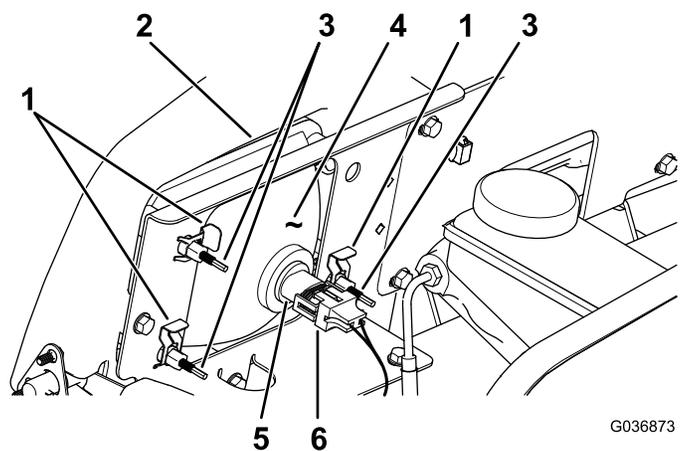

図 43
3. ランプアセンブリのコネクタから、ハーネス用のコネクタを外す 図 43。
4. ヘッドライトをヘッドライトブラケットに固定しているスピードクリップを外す 図 43。
5. ヘッドライトアセンブリ全体を前に押し出して、前バンパーから外す 図 43。
6. 取り付け穴に新しいヘッドライトを取り付ける 図 43。
8. ハーネス用のコネクタを、新しいランプアセンブリのコネクタに接続する 図 43。
2. ヘッドライトアセンブリの裏側部分にある調整ねじ 図 43を回してヘッドライトアセンブリの角度を変えてビームの方向を調整する。